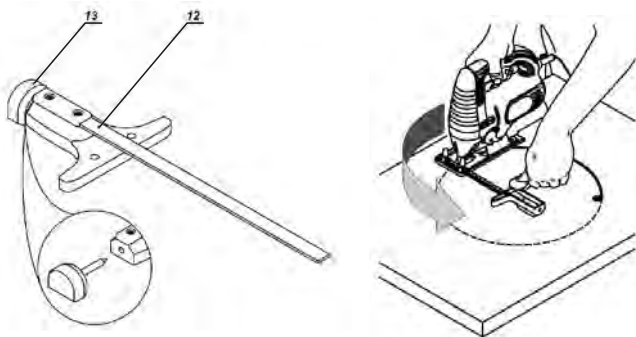

fig. 4 – dibujo demostrativo del corte circular
La barra guía para cortes paralelos/circulares (12) y perno central (13), permiten hacer cortes circulares con el radio deseado, fig. 4.
- El perno central (13) deberá ser colocado en la barra guía (12), fig. 4.
- Mueva la barra guía (12), de manera que determine el radio del corte.
- Coloque el perno del centro (13) en el orificio central y comience el corte moviendo el aparato a través del círculo.